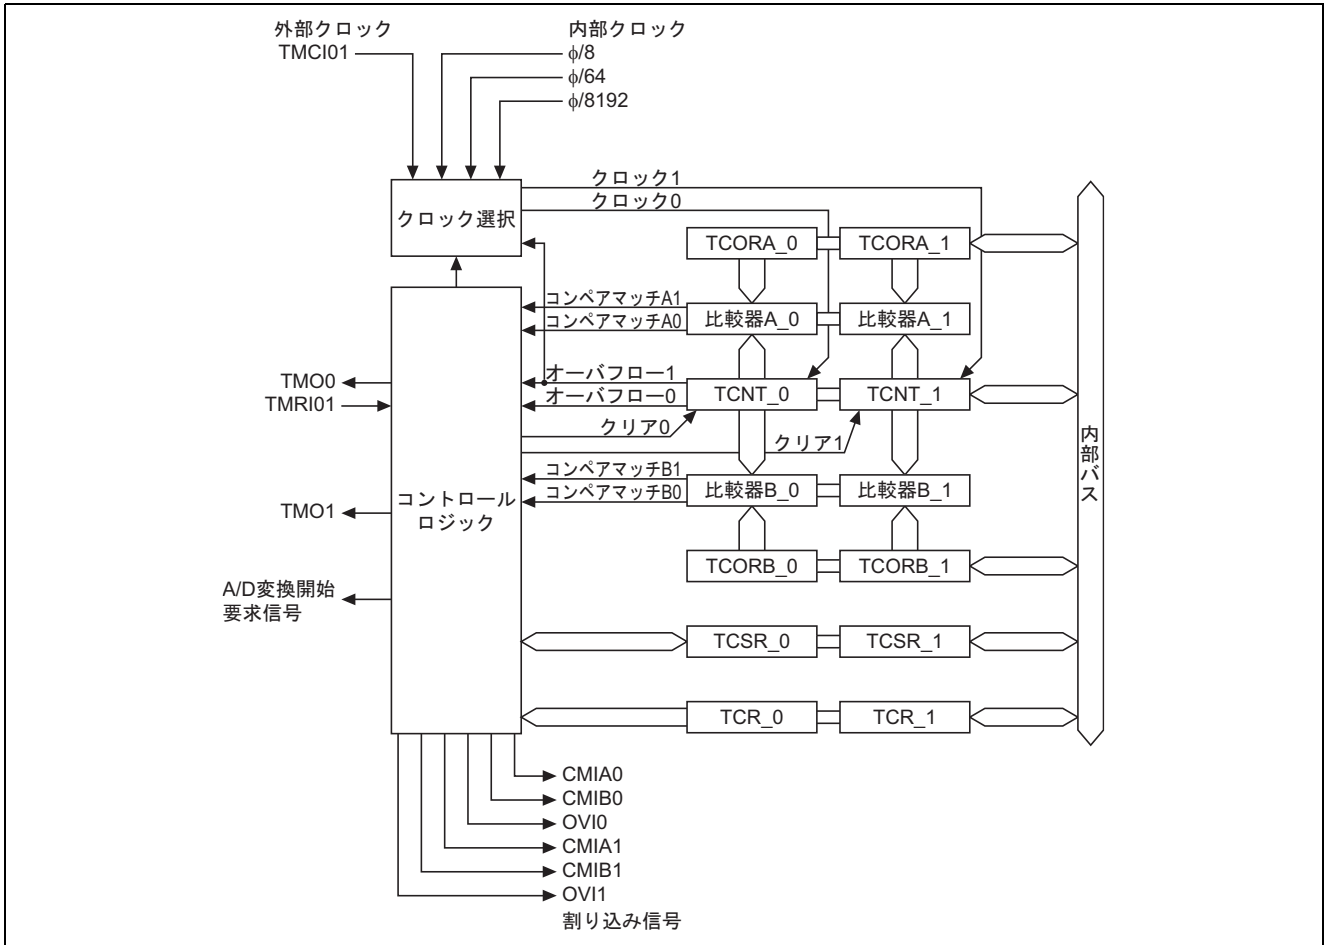

図2 8ビットタイマのブロック図
(1) 8ビットタイマのブロック図を図2に示し, 以下に8ビットタイマのレジスタについて説明します。